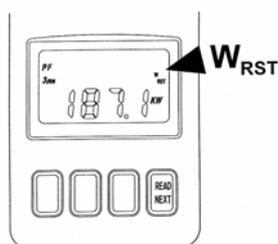

Рис. 13
8.5 Сразу после нажатия кнопки «NEXT» завершающего замеры W_R , W_S и W_T , прибор складывает эти значения и показывает сумму на дисплее. При этом на дисплее появляется надпись W_{RST} , указывающая на измерение мощности в режиме 3φ4W несимметричной нагрузки (см. рис. 13). В этом режиме значение $\cos \phi$ не выводится.